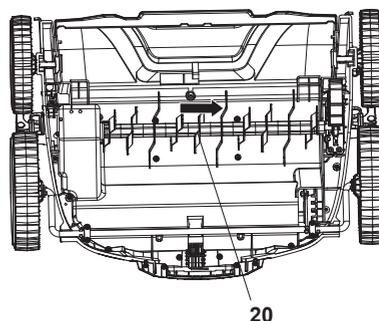

Fig. 8
3. Extraire le tambour scarificateur (préassemblé) (20) du moyeu (Fig. 8), puis le retirer en tirant sur les côtés.